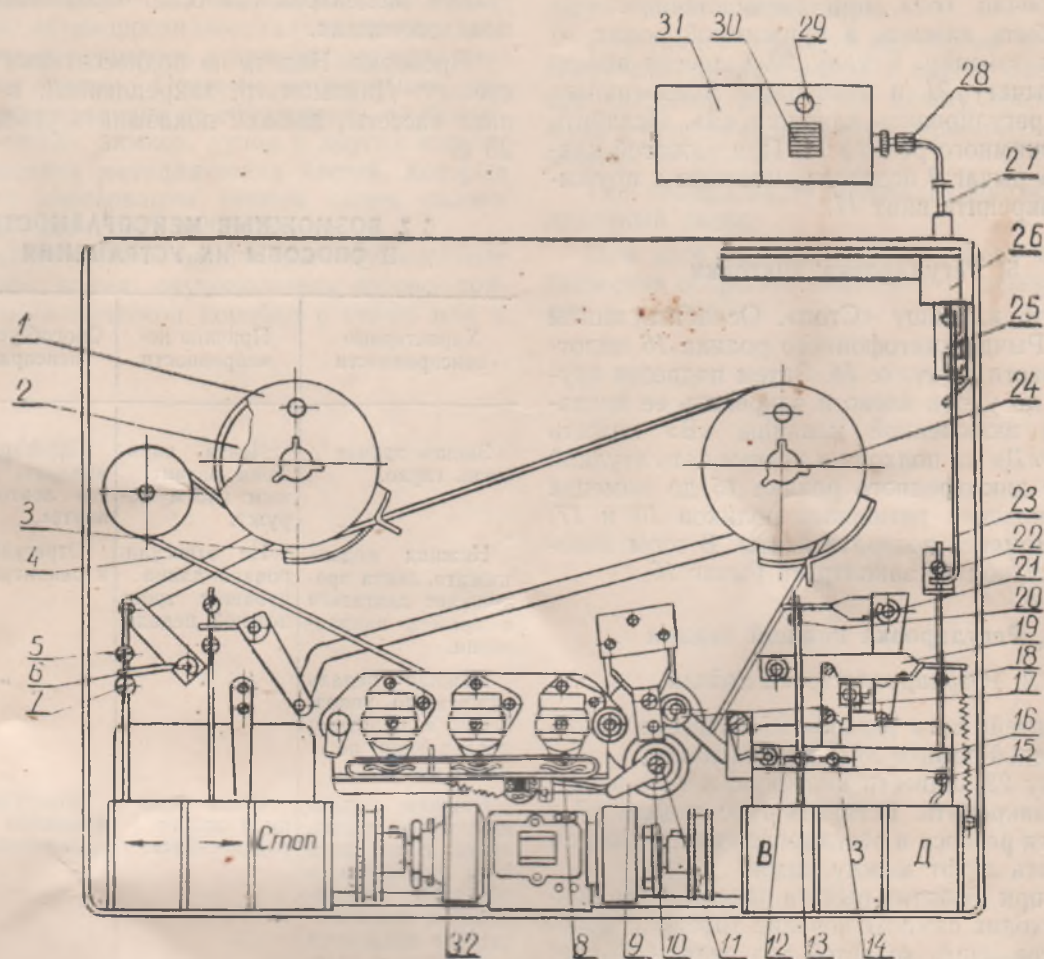

Рис. 13
- в) надеть новый пассик на шкив тонвала и далее на шкивы подкассетников и на обводной ролик в соответствии с рис. 13;
Нажать клавишу «Стоп». Ослабить винты втулок 5 и 7 (рис. 13). Установить сектор перекидки 3 подкассетника 1 в такое положение, чтобы пассив 4, находясь на шкиве 2, не касался сектора.